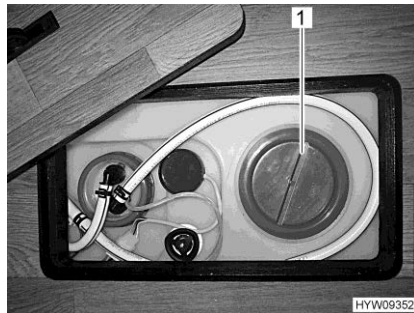

Fig. 174 Apertura per la pulizia (serbatoio dell'acqua)
- Staccare il coperchio (Fig. 174,1) del serbatoio dell'acqua.